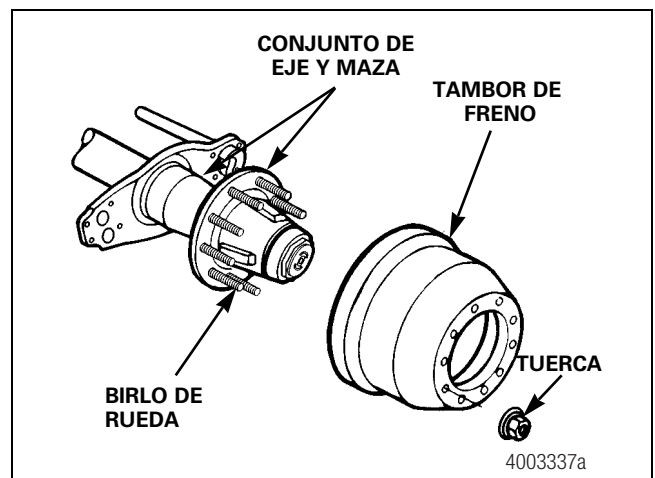

Figura 12.37
1. Retire el tambor de freno, el ajustador del freno y las zapatas de freno. Figura 12.37.